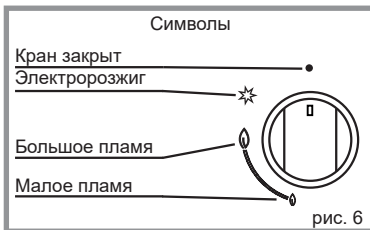

рис. 6
- Положение горелок на столе и символы состояния работы горелок схематично изображено (рис.6) возле рукоятки каждого крана на панели управления.